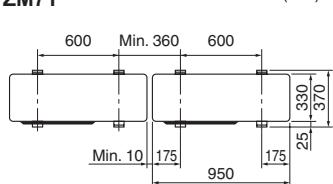

Fig. 3-1
- Upewnić się, że urządzenie jest umieszczone na solidnym, równym podłożu, chroniącym przed powstawaniem odgłosu klekotania podczas pracy. (Fig. 3-1).<Specyfikacje fundamentów>